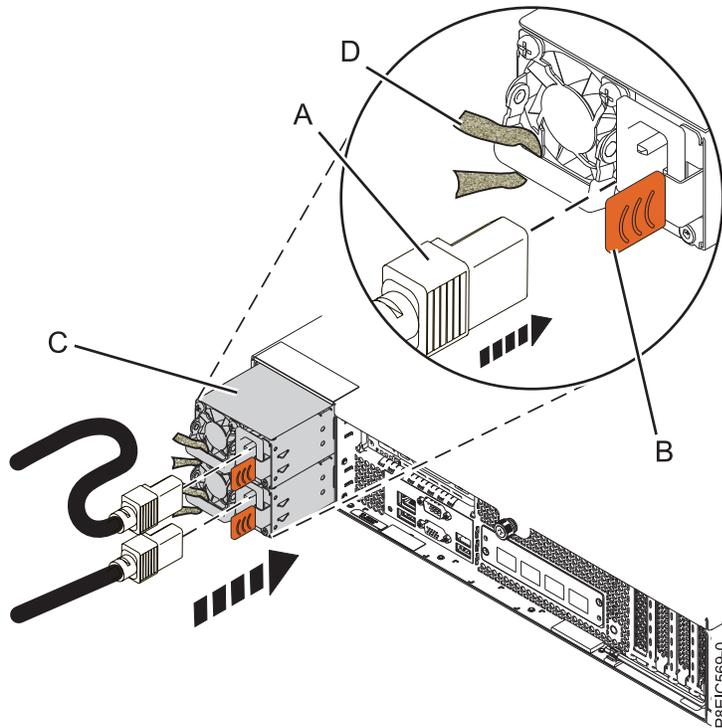

Abbildung 55. Austausch eines Netzteils im System
1. Richten Sie das Netzteil (C) an der Position aus und schieben Sie es in das System, bis die Verriegelung (B) einrastet. Siehe Abb. 55 auf Seite 89.
- a. Schließen Sie das Netzkabel am Netzteil an (siehe Abb. 55).